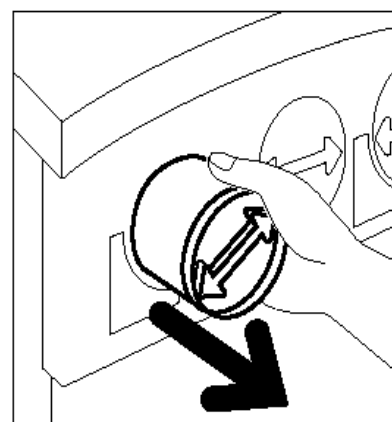

Figure 10 : Retrait de la cartouche de la machine
- 4** Retirez complètement la cartouche de la machine (voir la figure 10). Jetez la cartouche conformément à la législation en vigueur dans votre pays.